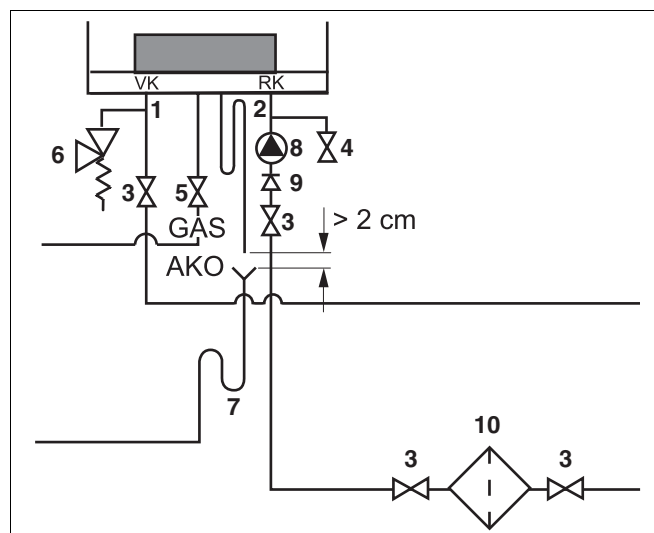

Рис. 15 Подключение
- Установить предохранительный клапан (рис. 15, **поз. 6**) не менее 1" на подающей линии. Предохранительный клапан всегда должен быть установлен между отопительным котлом и сервисным краном. Таким образом, отопительный котел даже при закрытых сервисных кранах соединен с предохранительным клапаном.
- Смонтировать насос (рис. 15, **поз. 8**) на обратной линии (рис. 15, **поз. 2**).